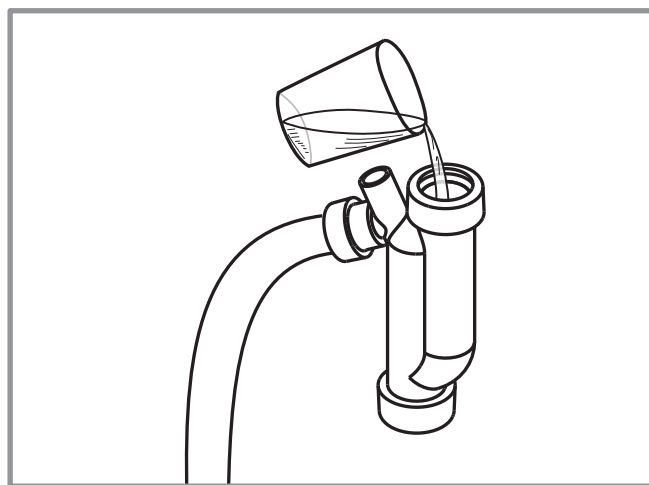

fig. 16 - Remplissage du siphon
- **À la première mise en service, remplir le siphon (rep. 4, fig. 5, page 8) verser un verre d'eau dans le siphon (fig. 16) .**